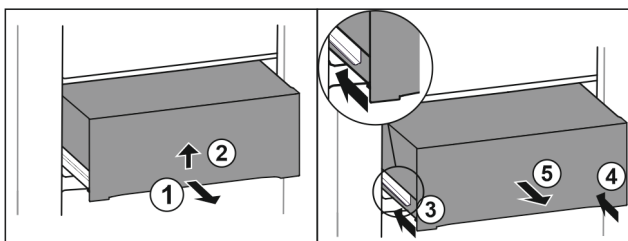

Fig. 48
- ▶ Dra ut utdragslåda till hälften. Fig. 48 (1)
- ▶ Lyft upp facket underifrån. Fig. 48 (2)
- ▶ Skjut in vänster skena. Fig. 48 (3)
- ▶ Skjut in höger skena. Fig. 48 (4)
- ▶ Ta ut utdragslåda genom att dra den framåt. Fig. 48 (5)